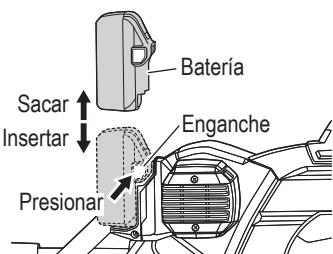

Fig. 8
- Cómo instalar la batería o el adaptador de CA/CC. Alinee la batería o el adaptador de CA/CC con la ranura del mango de la herramienta y deslícelos para colocarlos en su sitio. Insértela siempre completamente hasta que se encuentre cerca (Fig. 8).
- Cómo retirar la batería o el adaptador de CA/CC. Retire la batería o el adaptador de CA/CC del mango de la herramienta mientras presiona el cerrojo (2 unidades) de la batería o el adaptador de CA/CC (Fig. 8).